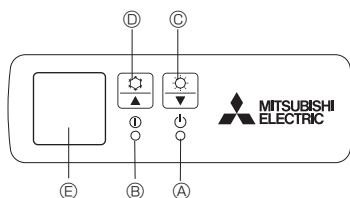

Fig. 5-1
[Fig.5-1] ① Témoin DEFROST/STAND BY (dégivrage/veilleuse)
② Témoin de fonctionnement
③ Interrupteur de fonctionnement d'urgence (chauffage)
④ Interrupteur de fonctionnement d'urgence (refroidissement)
⑤ Capteur